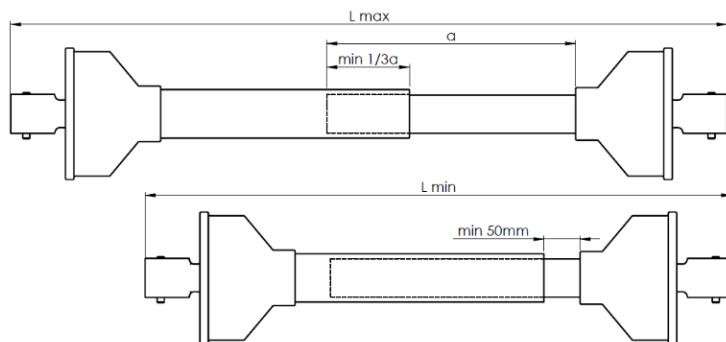

Рисунок 15-й Регулировка длины шарнирно-тескопического вала - при присоединении навозоразбрасывателя к трактору
- убедиться, что после соединения шарнирно-телескопический вал, передающий привод от трактора, имеет достаточную длину во всех возможных положениях трактора по отношению к машине (рисунок 15);